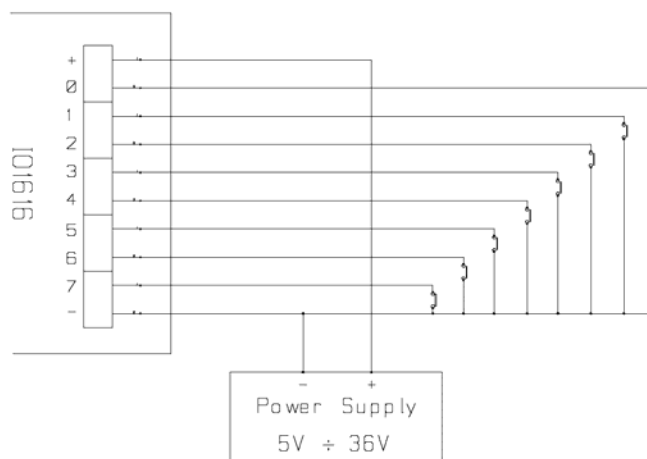

Figura 3a: schema implementazione ingressi.
-Figura 3a: nel caso in cui gli ingressi debbano rilevare la pressione di un pulsante oppure un'uscita open collector.